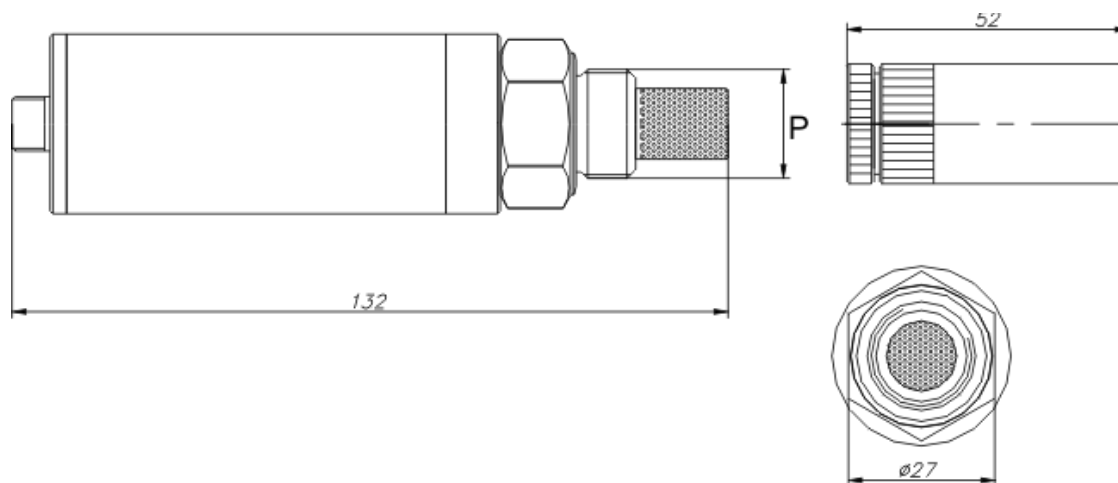

Рисунок 3.3 Внешний вид измерительного преобразователя ИПВТ-08
- 4.3** Подключить измерительный преобразователь влажности к газовой магистрали одним из способов указанных в **ПРИЛОЖЕНИИ В**. Соединить измерительный блок и измерительный преобразователь, при необходимости, воспользовавшись кабелем-удлинителем (см. рисунок 3.3) или соединительным кабелем (см. рисунок 3.4) в зависимости от исполнения преобразователя. В случае если анализируемая среда предполагает содержание механической пыли, паров масла принять меры по их устранению.